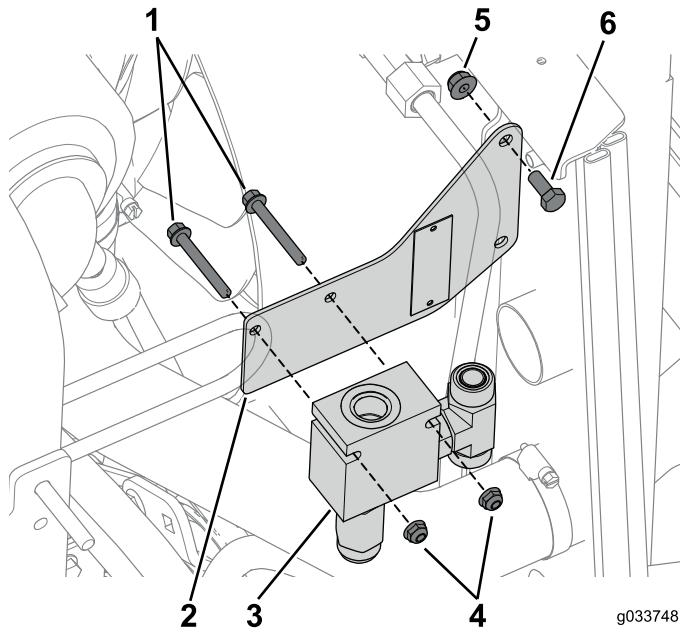

図 10
- 4. ブラケットの上側の穴に左マニホールドアセンブリ用のブラケットを取り付けるボルト 5/16 x 3/4 インチ1本とフランジナット 5/16 インチ1個を使用する図 10。
6. ブラケットに左マニホールドアセンブリを取り付けるボルト $1/4 \times 2$ インチ2本とナット2個を使用する図 10。